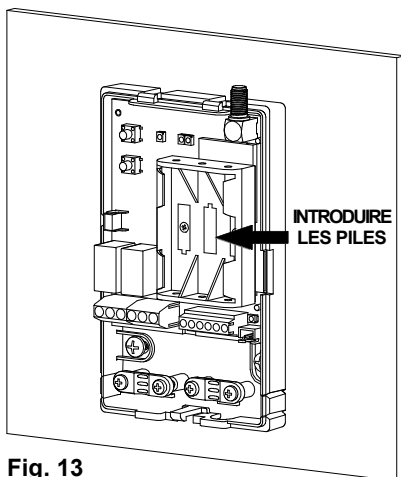

Fig. 13
- 8 Placer les batteries fournies en respectant la polarité (Fig. 13).